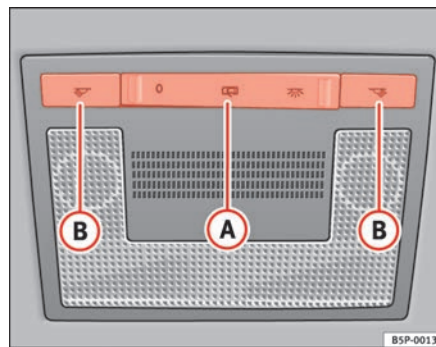

Abb. 79 Dachhimmel:
Mit dem Schalter ⇒ Abb. 79 (A) können Sie folgende Positionen wählen:
Drücken Sie den Schalter auf die Position 0 $\Rightarrow$ Seite 124, Abb. 79.